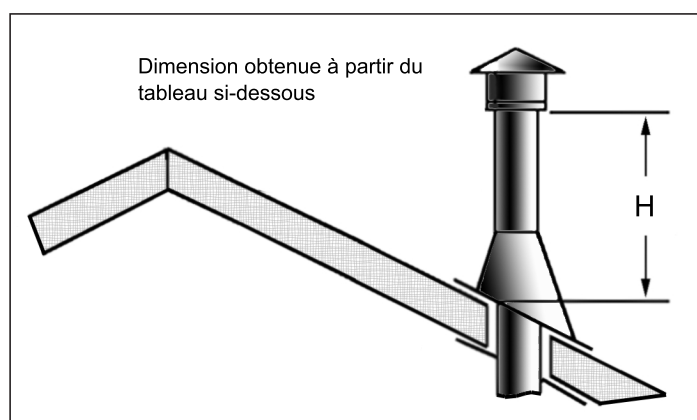

Figure 38: Hauteur de la terminaison verticale ; Se référer au tableau 7
- Étape 8.** Ajoutez des sections de conduit jusqu'à ce que le bouchon du conduit réponde aux exigences minimales du code. Référez-vous à la figure 38 et le tableau 7. À noter que plus la pente du toit est forte, plus l'évent doit être haute. Dans des conditions de vent fort, s'il y a des arbres à proximité, deux toitures avoisinantes, des toits à pente forte, et d'autres facteurs similaires, il peut résulter un faible tirage. Augmenter la hauteur de l'évent peut résoudre le problème.
Tableau 7: 'H' minimum pour la Figure 38.